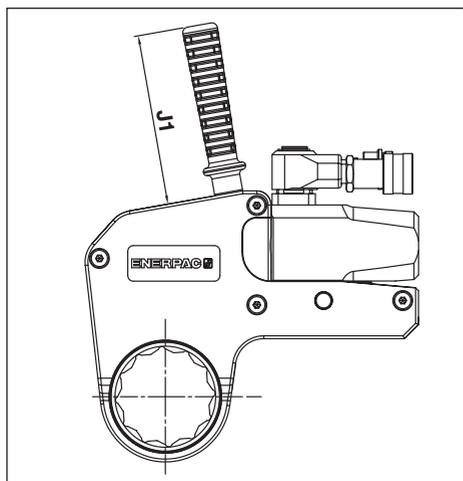

Fig. 25
6.1.3 Dimensões, Manípulo Direito de Posicionamento Série SWH (fig. 25)